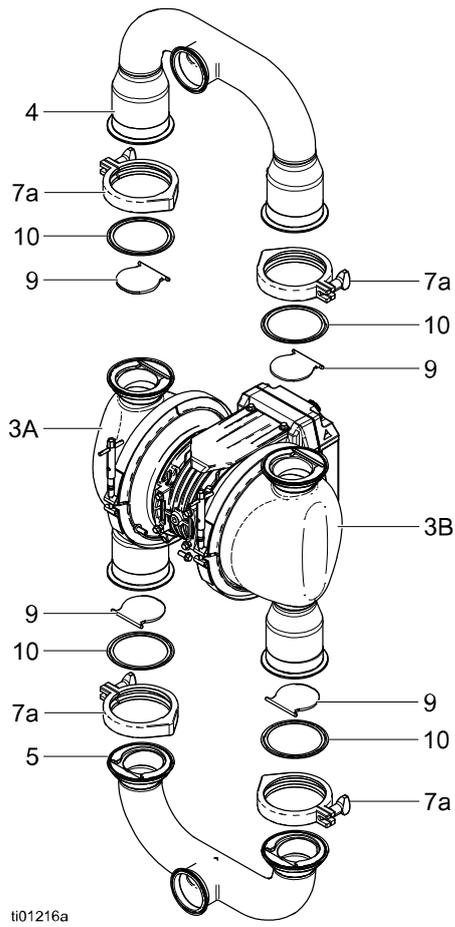

图 17. 止回阀 (垂直活瓣泵)
参考图 17。
3. 拆卸出口歧管上的管夹 (7a)，并卸下歧管 (4) (参阅图 17)；或拆卸歧管 (4) (参阅图 18)。